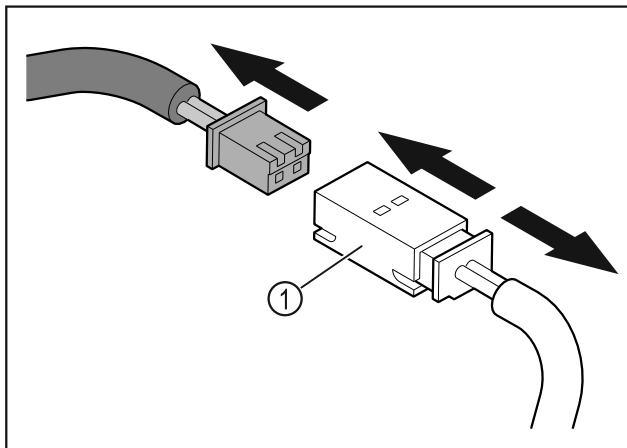

Fig. 13
- Rozłączyć wtyczkę i złącze wtykowe Fig. 13 (1).